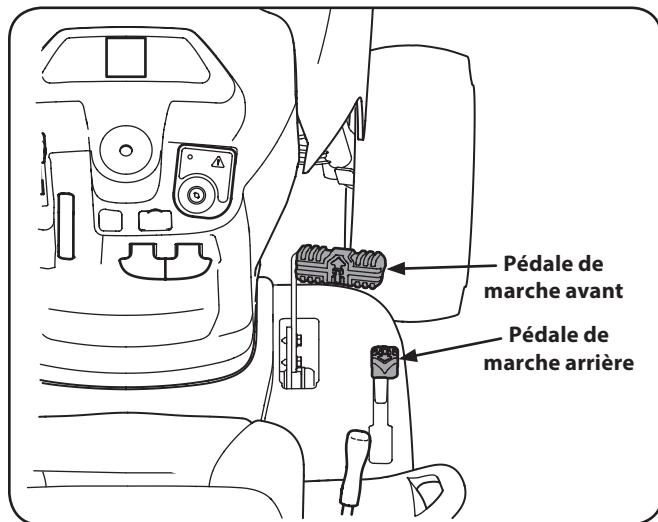

Figure 5-1
2. Pour vous déplacer en marche avant, appuyez doucement sur la partie supérieure de la pédale de marche avant jusqu'à ce que vous atteigniez la vitesse désirée. Voir Figure 5-1.
3. Pour vous déplacer en marche arrière, regardez d'abord derrière vous et appuyez ensuite doucement sur la pédale de marche arrière avec l'avant du pied (et NON avec le talon) jusqu'à ce que vous atteigniez la vitesse désirée. Voir Figure 5-1.